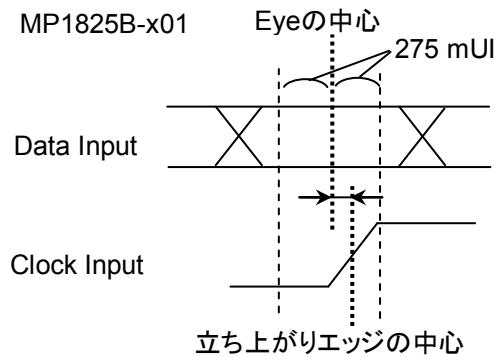

図3.3-1 Data Input と Clock Input の位相差 (MP1825B-x01)
- Data Input と Clock Input へ入力するデータとクロックの位相差を、図 3.3-1 のとおりに調整してください。
- Data Input と Clock Input へ入力するデータとクロックの位相差を、図 3.3-1 のとおり調整してください。MP1825B-x03 の場合は、Data/Clock Adjustment 機能を使用して位相差を自動調整できます。
- Data Input と Clock Input へ入力するデータとクロックの位相差を、図 3.3-1のとおり調整してください。MP1825B-x03 の場合は、Data/Clock Adjustment 機能を使用して位相差を自動調整できます。